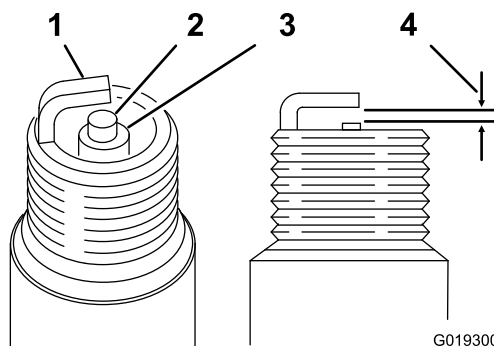

Figura 34
3. Ajuste el espacio entre electrodos a 0,6–0,7 mm, según se muestra en Figura 34. Tras ajustar correctamente los electrodos, instale la bujía y apriétela firmemente a 23 N·m.